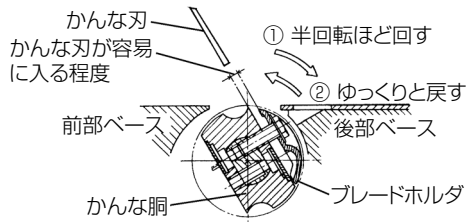

図 11
- (1) かな刃やかな胴に付いている削り屑をきれいにふきとります。
- (2) ベルトでかな胴を図 11 の矢印①の方向に半回転ほど回し、次に矢印②の方向にゆっくり回して、かな胴とブレードホルダとの間にすき間をあけます。